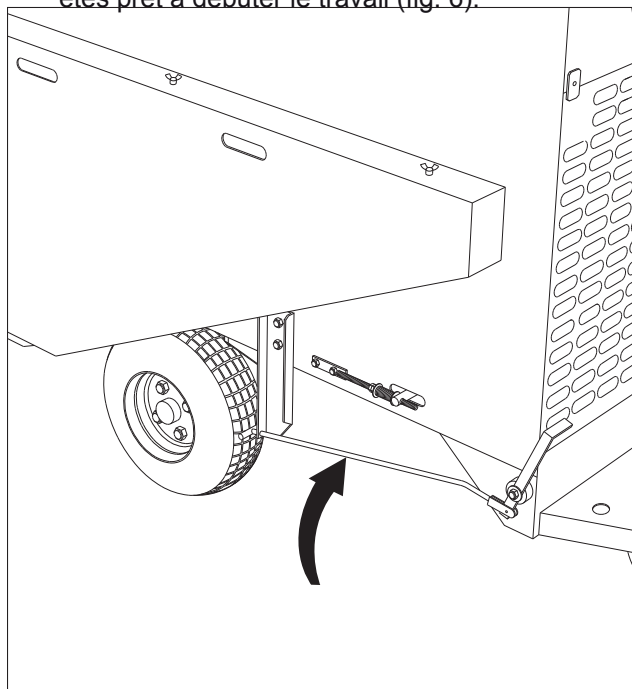

Fig. 5 FREIN DE SURETÉ
13. Enlevez le frein de sureté (voir figure 5).